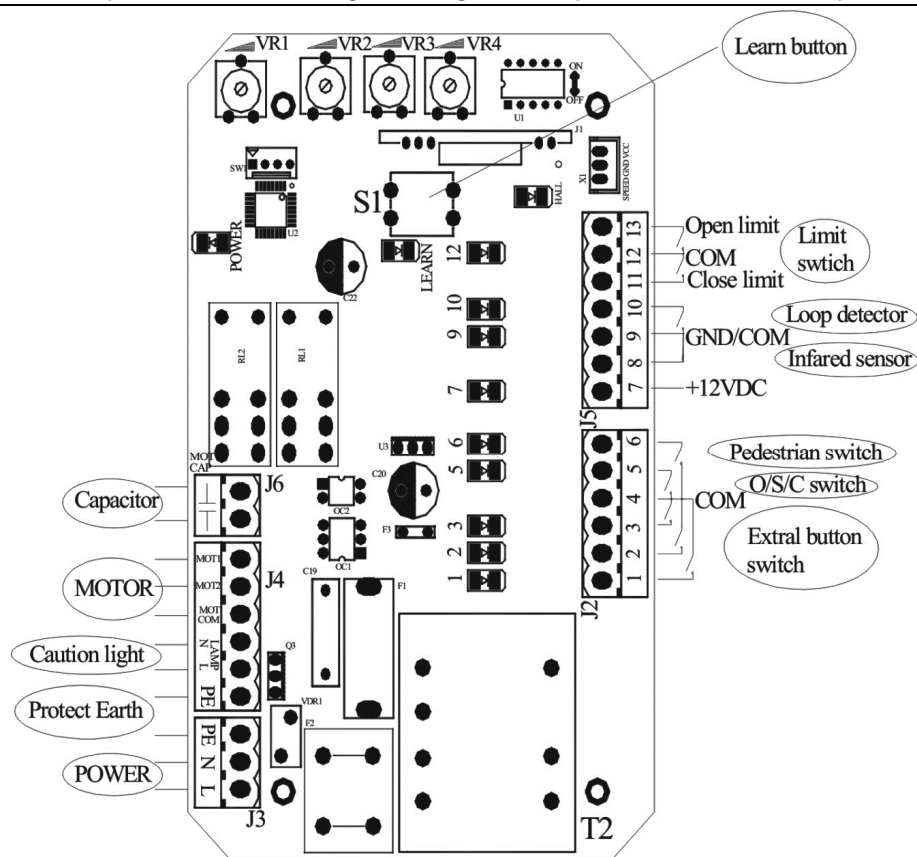

Fig.8
Retirez le capot, effectuer le câblage (voir Fig.8) et remplacer de nouveau le capot.
a. Réglage des potentiomètres (voir Fig.8)
- Programmation des émetteurs (Apprentissage) Retirez le couvercle de l'actionneur, appuyez sur le bouton de programmation 'S1' (fig. 8) et maintenez plus de 2 secondes, le LED "learn" (Fig. 8) s'active, puis appuyez sur le bouton de l'émetteur qui vous voulez utiliser, le LED "learn" s'allume pour environ 2 secondes, puis il s'allume de nouveau. Le processus de programmation est terminé. La capacité maximale du récepteur est de 25 émetteurs.